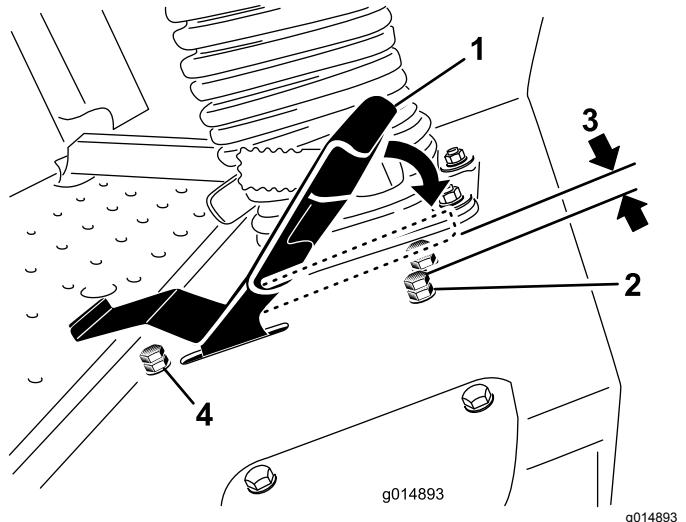

Figura 47
3. Solte a porca de bloqueio no parafuso de paragem do pedal de tração (Figura 47).